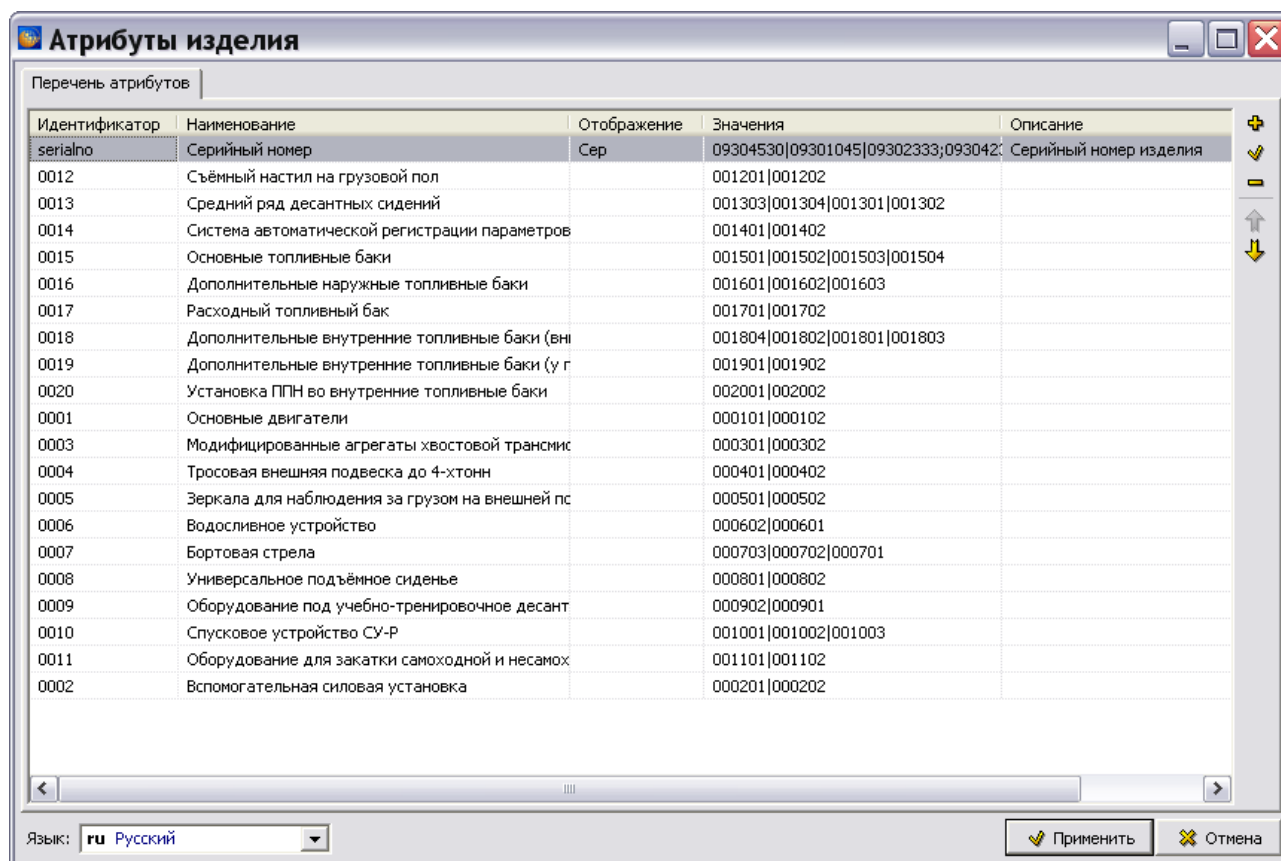

Рис. 87
1. В окне **Редактор справочников** выделите **Справочник атрибутов** и нажмите на кнопку **Редактировать**. В справочник **Атрибуты изделия** импортированы данные из справочника опционов системы управления конфигурациями изделий. В окне **Атрибуты изделия** можно отредактировать данные и дополнить их (Рис. 87).